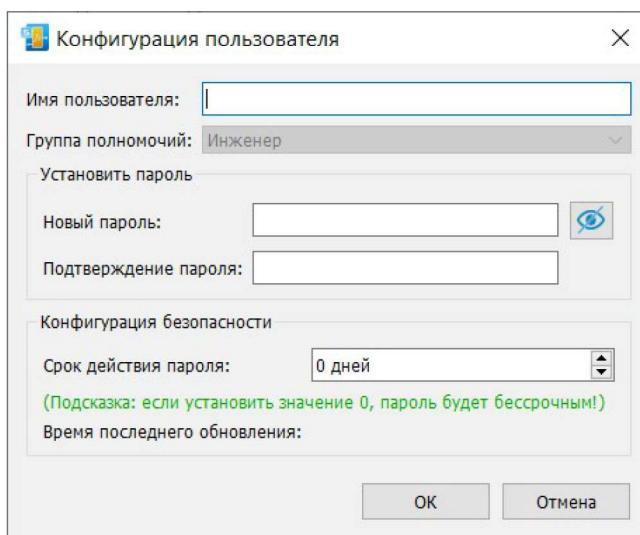

Рисунок 3.3.1-1 Диалоговое окно добавления пользователя
- 2) В открывшемся диалоговом окне «Конфигурация пользователя» введите имя пользователя и пароль и нажмите кнопку «OK», чтобы завершить добавление пользователя (рисунок 3.3.1-1).